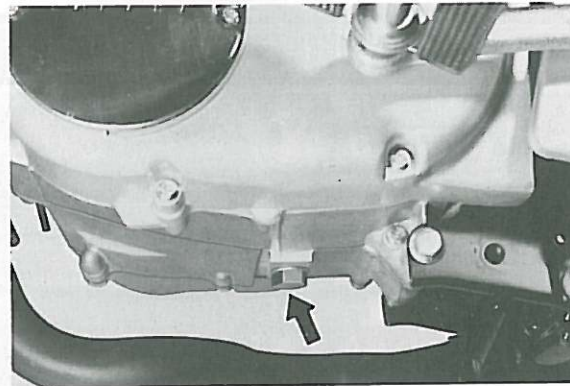

Fig. 2-3-13
- c. A drain plug is located on the bottom of the crankcase. (Fig. 2-3-13)
- c. Le bouchon de vidange se trouve sous le carter. (Fig. 2-3-13)
- c. An der Unterseite des Kurbelgehäuses ist eine Ablassschraube angebracht. (Fig. 2-3-13)